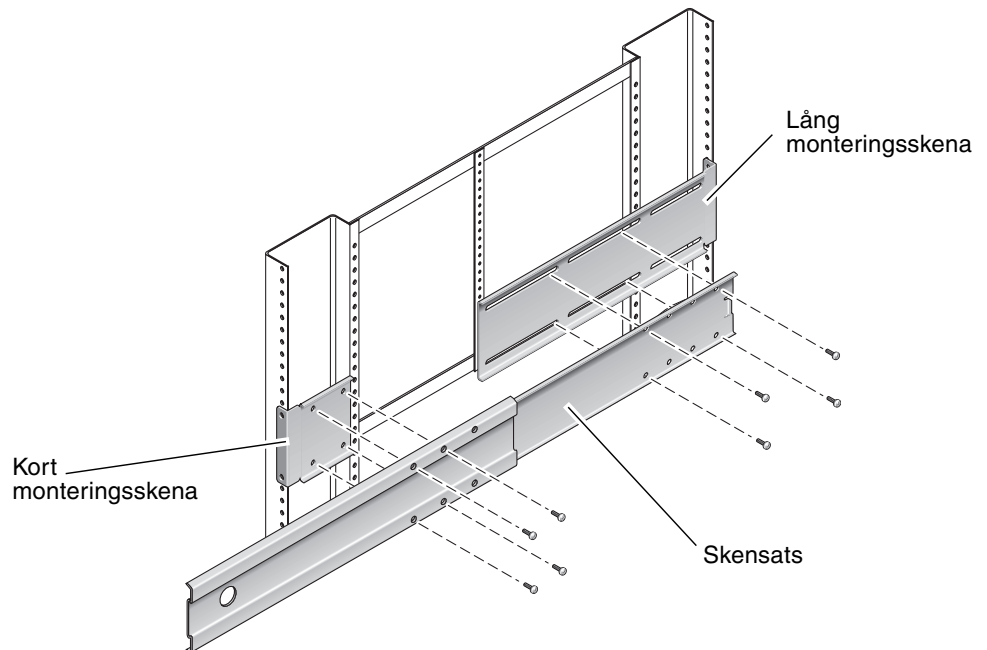

BILD 3-12 Skruva fast skensatsen på monteringskenorna
10. Använd de skålformade M5-skruvorna (fyra till den korta monteringskenan och fyra till den långa) för att fästa innerskenan mot den korta respektive långa skenan i racket (BILD 3-12).